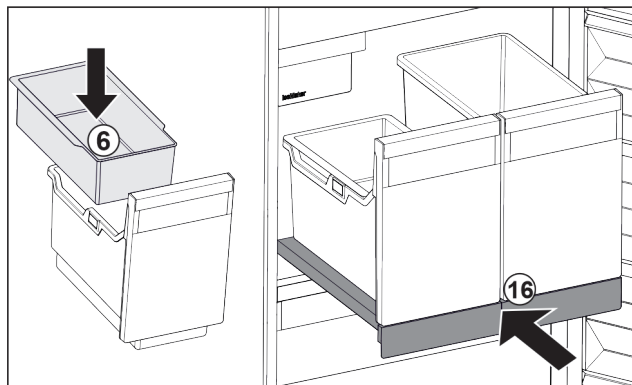

Fig. 111
- ▶ Sett inn brettet Fig. 111 (6) for isbiter.
- ▶ Skyv inn uttrekksplaten med beholder (IceTower). Fig. 111 (16)